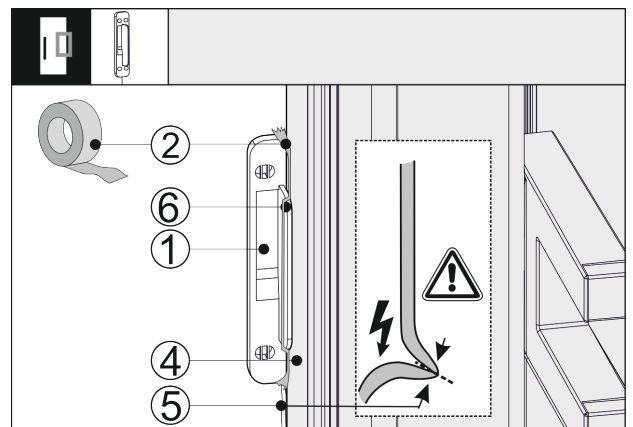

Fig. 41
- Klopfsensor Fig. 41 (1) seitlich an die Gerätetür Fig. 41 (4) ansetzen, so dass der Anschlag Fig. 41 (6) an der Gerätetür Fig. 41 (4) anliegt. Das Sensorkabel Fig. 41 (5) ist leicht gespannt und liegt auch an der Gerätetür Fig. 41 (4) an.
- Klopfsensor Fig. 41 (1) mit Klebeband Fig. 41 (2) fixieren. Klopfsensor wird später mit der Möbelfront verschraubt.